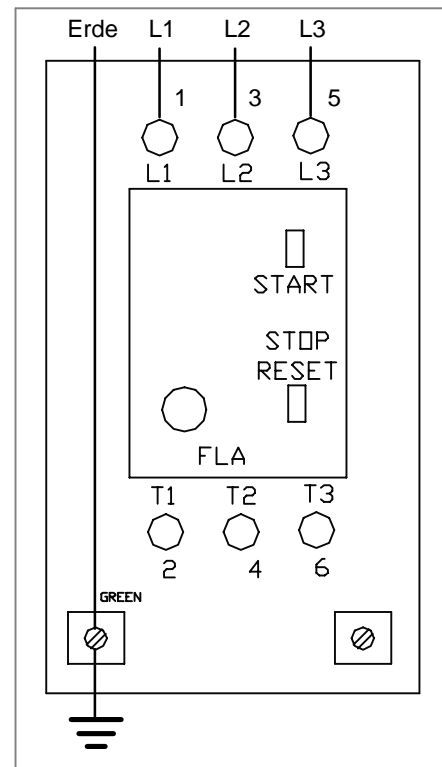

Abbildung 15
2. Das Leitungskabel durch den Klemmverschluss (W) einführen und die Mutter festziehen.
3. Für eine korrekte Drei-Phasen-Motorwellendrehung die Leitungsphasensequenz L1, L2 u. L3 wie gezeigt (Abb. 15) mit den Anschlußklemmen verbinden.
HINWEIS: Der Erdungsdraht des Motors ist auch an der linken Klemme befestigt, die wie folgt markiert ist \perp (siehe Abbildung 15).
- Den Erdungsdraht an der linken Klemme befestigen, die wie folgt markiert ist \perp (siehe Abbildung 15).